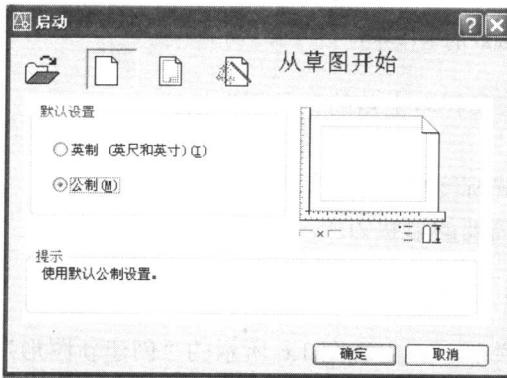
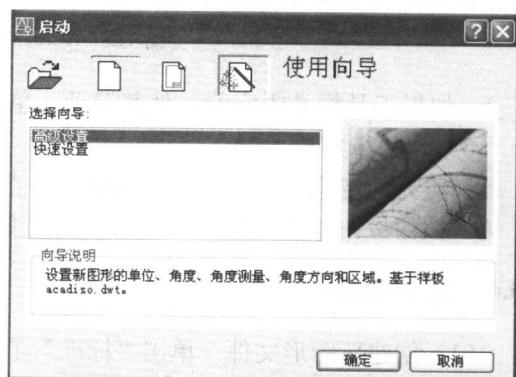

图 1.3 “从草图开始”对话框
图 1.4 “使用向导”对话框
① 练习“启动”对话框四个选项的操作方法：“打开”、“从草图开始”（见图 1.3）、“使用样板”、“使用向导”（见图 1.4）。